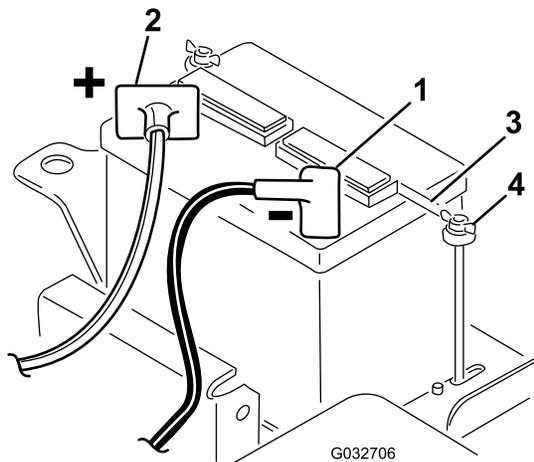

図 5
2. スタータからの赤いケーブルを端子に固定する 図 5。キャリッジボルトとナットで固定する。運転席を一番後ろの位置にセットしたときに運転席がケーブルに干渉しないことを確認する。干渉するとトラブルの原因になる。
5. バッテリークランプとワッシャを取り付け、蝶ナットで固定する 図 5。